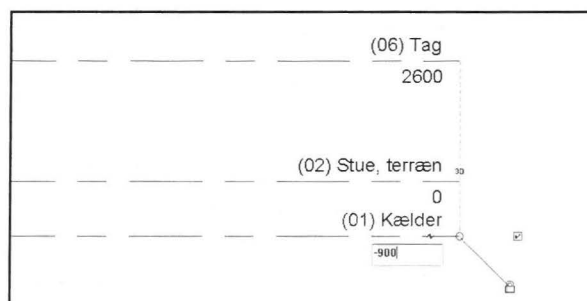

Fig. 04.10. Klik på tallet for at ændrer højden på et *Level*.
- Klik i feltet hvor der står -1200 og skriv -900 istedet (Fig. 04.10).